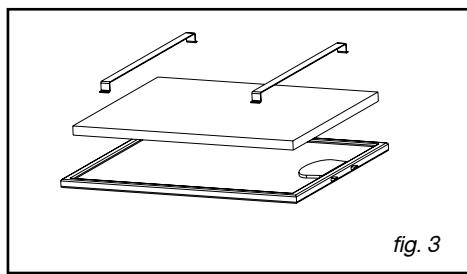

fig. 3
- Retire os filtros de cassette (fig. 3).